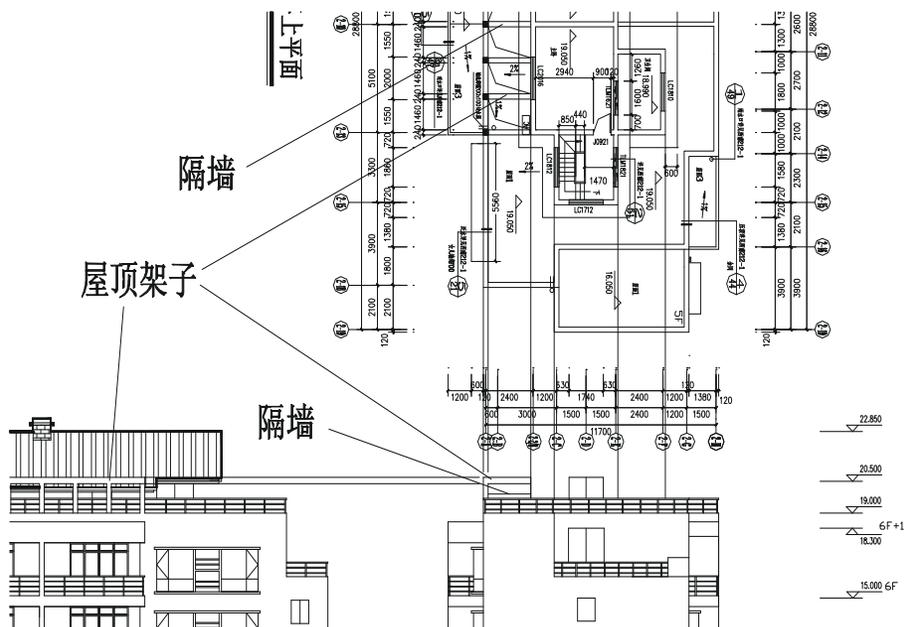

图 12-1-73
**STEP 32** 使用绘制直线命令 LINE 从上面的平面和左边的立面引出跃层架子的辅助线, 并使用修剪命令 TRIM 对其进行修剪, 如图 12-1-73 所示。